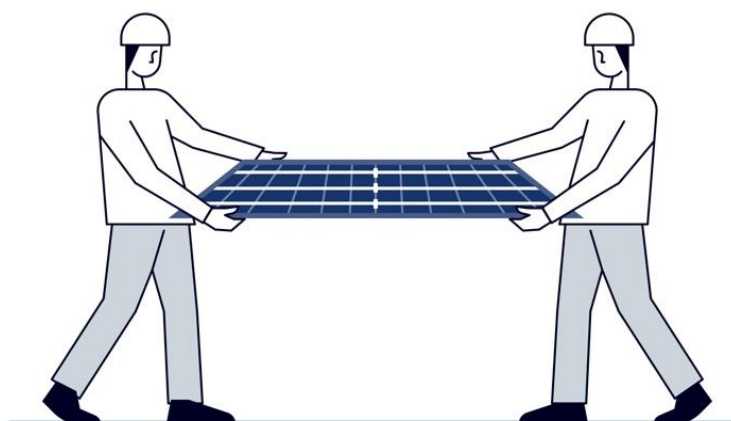

Figura 20: Maneggiamento dei moduli.
- g) I moduli FV devono essere afferrati dalla cornice in alluminio con due mani (Figura 20).